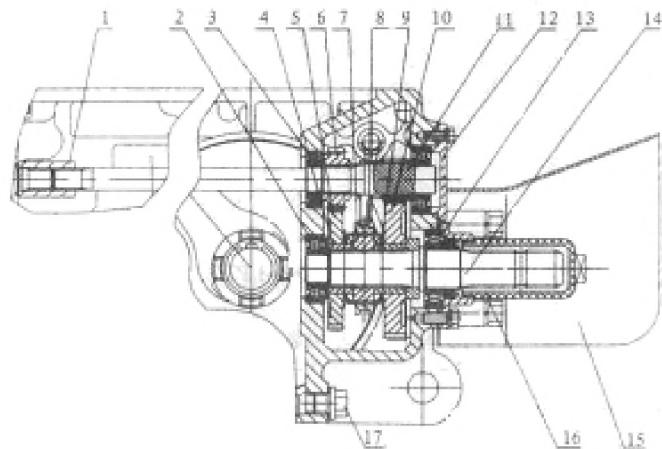

Рисунок 4-13. Двухскоростной вал отбора мощности.
Механизм управления двухскоростным валом отбора мощности (рисунок 4-13) состоит из шлицевого паза (1), высокоскоростной ведущей шестерни вала отбора мощности (6), высокоскоростной ведомой шестерни вала отбора мощности (5), низкоскоростной ведомой шестерни вала отбора мощности (10), трубы зацепления (8), вал отбора мощности (14), низкоскоростная ведущая шестерня вала отбора мощности (11), которые собраны вместе с приводным валом и механизмом управления. Защита вала отбора мощности поставляется по желанию пользователя.